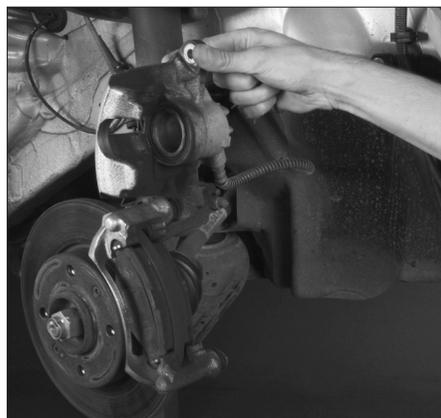

Fig. 3
- Basculer l'étrier de frein vers le haut (Fig.3).